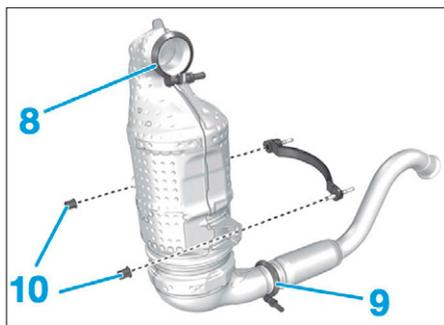

FIG. 81
- le collier de fixation (8) du catalyseur sur le turbo-compresseur (**Fig.81**),
- le collier de fixation (9) du catalyseur sur tube d'échappement,
- les 2 écrous de fixation (10) du catalyseur sur le carter-cylindres,